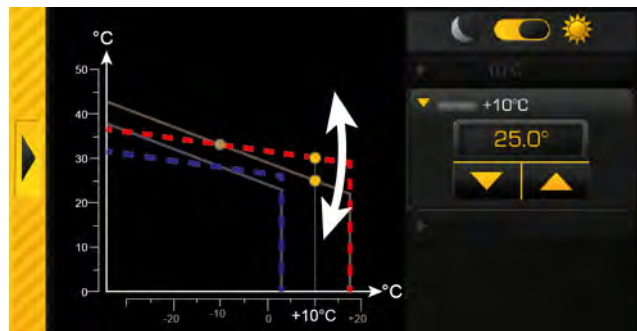

Fig. 5-51: Ajustar a curva de aquecimento (com temperaturas externas acima do ponto de congelamento)
- Se os ambientes no modo de aquecimento (dentro dos tempos de aquecimento ajustados) estiverem permanentemente frios demais, então a curva de aquecimento precisa ser adaptada. Ver capítulo Fig. 5-51: "Ajustar a curva de aquecimento \(com temperaturas externas acima do ponto de congelamento\)".